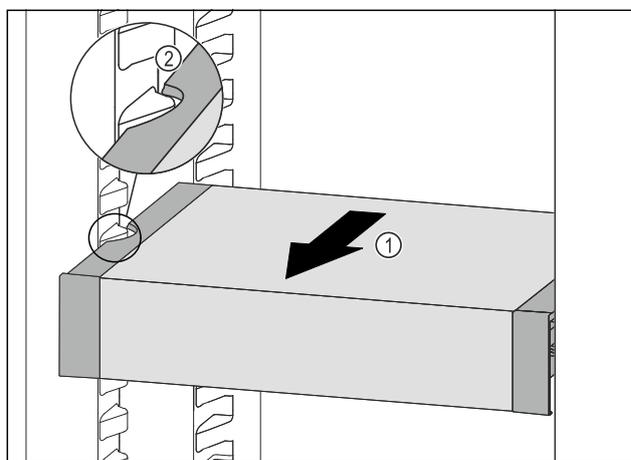

Fig. 132
- ▶ Tirare VarioSafe in avanti Fig. 132 (1) fino a quando le cavità laterali di VarioSafe non si trovano al livello della nervatura del contenitore nel vano frigorifero. Fig. 132 (2)